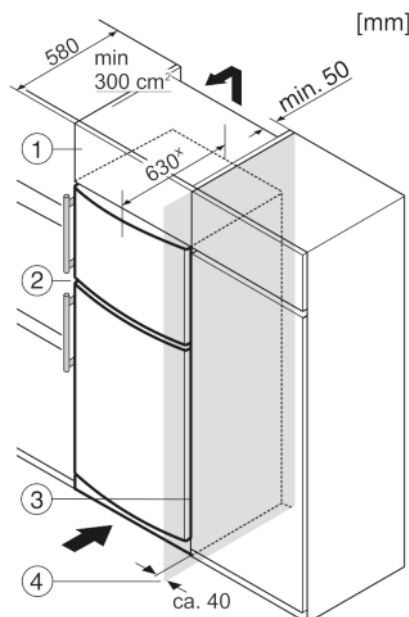

Fig. 7
- (1) Дополнительный шкафчик
- (2) Устройство
- (3) Кухонный шкаф
- (4) Стенка
Устройство может быть окружено предметами кухонной обстановки. Чтобы уравнивать устройство Fig. 7 (2) по высоте с кухонной стенкой, можно установить над устройством соответствующий дополнительный шкафчик Fig. 7 (1).
При комбинировании с кухонными шкафами (глубина макс. 580 мм) устройство можно установить непосредственно рядом с кухонным шкафом Fig. 7 (3). Устройство выступает сбоку на 34 мм* и по центру на 50 мм* относительно передней стенки кухонного шкафа.
Если устройство установлено на шарнирах у стены Fig. 7 (4), то расстояние между устройством и стеной должно быть не менее 40 мм. Настолько выступает ручка при открытой дверце.